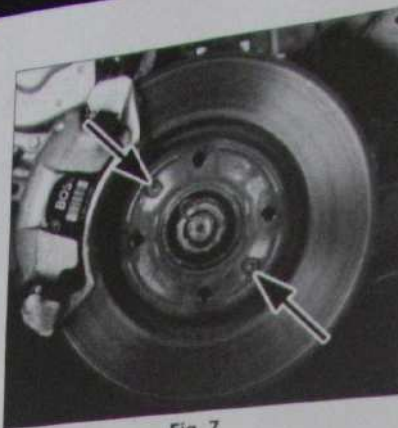

Fig. 7
- les 2 vis de fixation du disque (Fig.7),